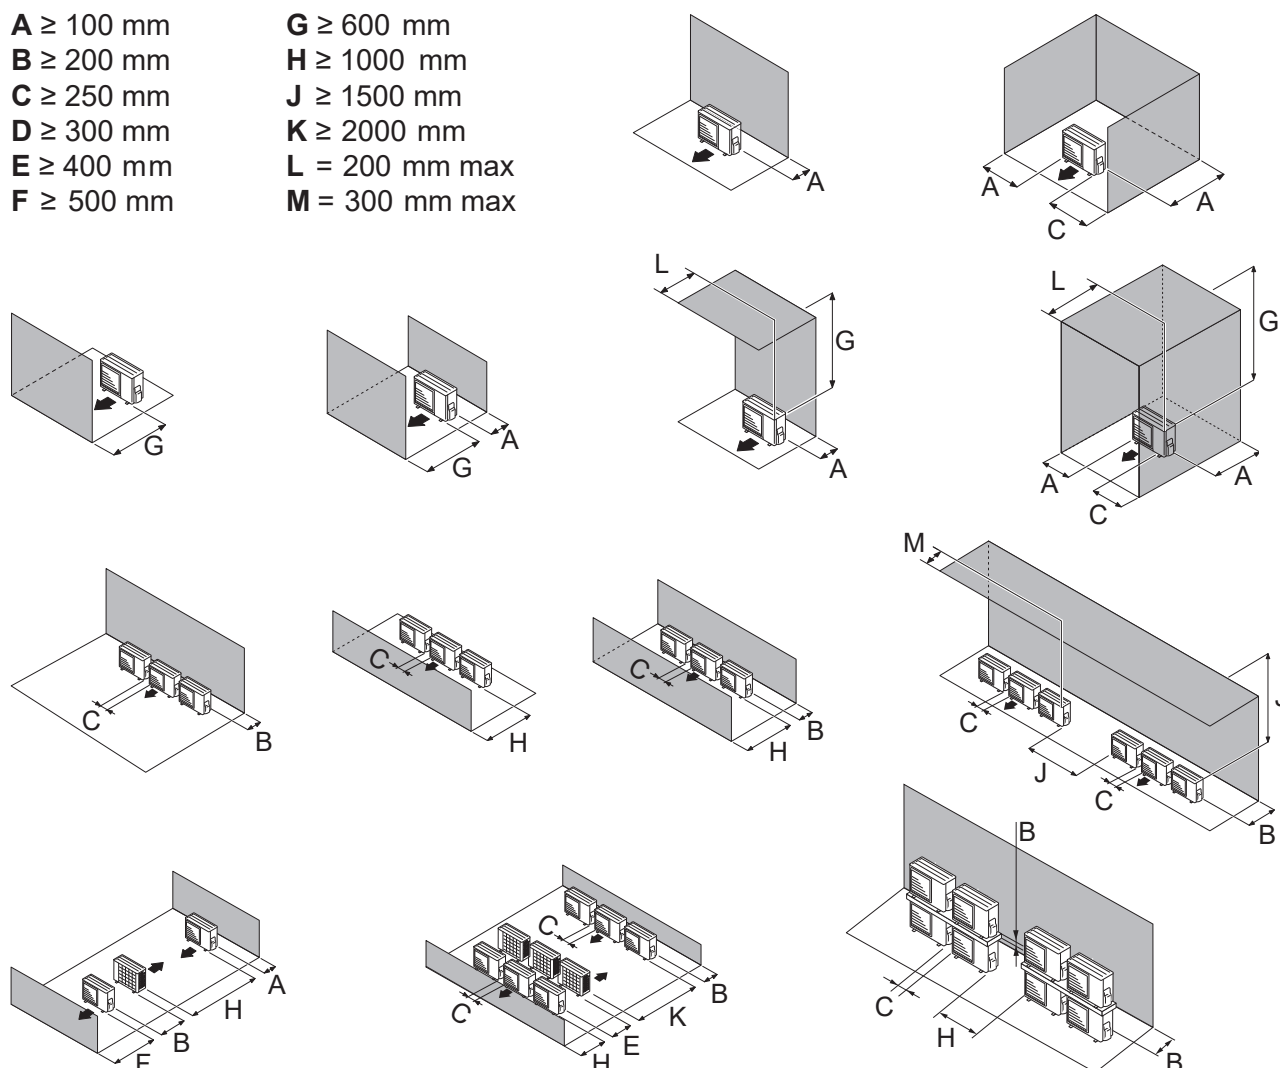

fig. 16 - Distancias mínimas de instalación alrededor de la unidad exterior (modelo 5, 6 y 8)
- El aparato debe estar perfectamente accesible para los trabajos posteriores de instalación y mantenimiento (*fig. 16*).
- Ningún obstáculo debe impedir la circulación del aire a través del evaporador ni la salida del ventilador (*fig. 16*).